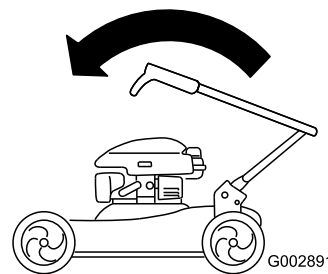

Figure 39
2. Pliez la moitié supérieure en avant de la manière indiquée (Figure 39).